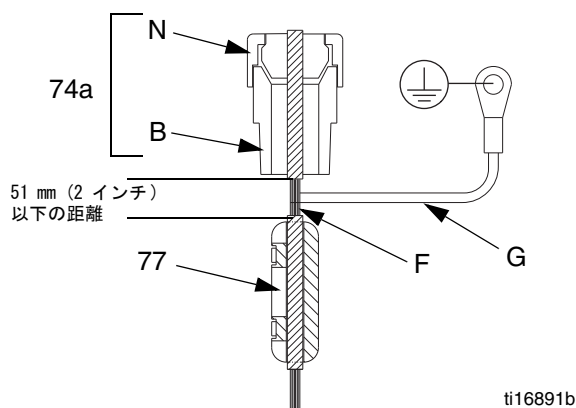

図 11. IS 回路のフィールドワイヤ
19. IS フィールドワイヤとシールドを導電性張力緩和装置 (74a) に通し、それを J2 と J3 に接続します。図 11 および 電気回路図、10 ページを参照してください。
20. 図 11 を参照してください。ナット (N) を導電性のあるストレインリリーフ (74a) 上にしっかり固定します。未満 51 ミリメートル (2 インチ) の位置に導電性張力緩和の底から、フィールド (F) フェライト (77) と (74A) にワイヤーを取り付けます。アース線 (G) を配電盤の接地ネジに取り付けます。
21. 新しいガスケット (33)、カバー (34)、および 6 本のネジ (12) を取り付けます。
22. 回路基板のカバー (34) から古いラベル (L) を剥がします。カバーに新しいラベル (L) を貼ります。
23. 新しいラベル (L) に記載されている校正情報を入力して、トランスデューサを校正します。
24. 2 本のネジ (12) でカバー (32) を再度取り付けます。